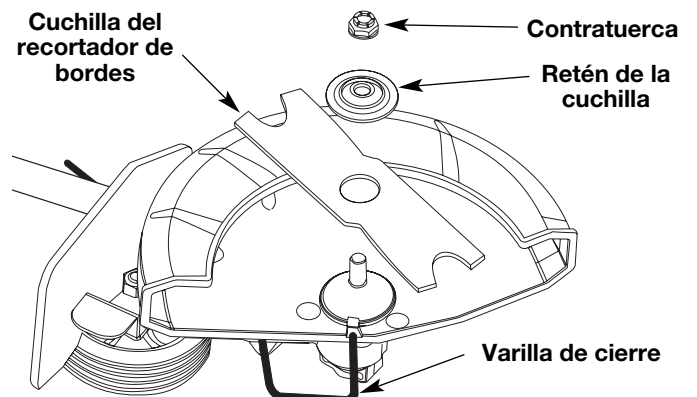
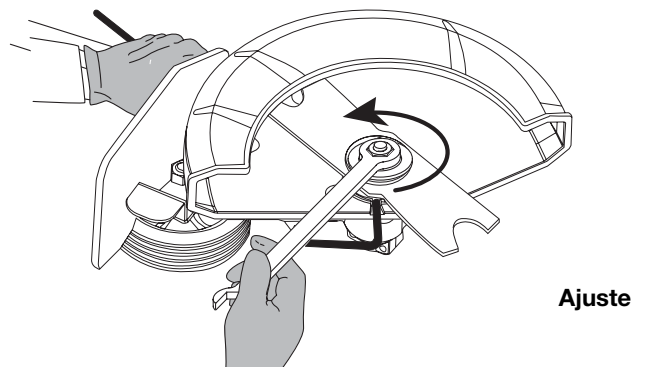

Fig. 10
Fig. 11
4. Instale la nueva cuchilla, el retén de la cuchilla y la tuerca (Fig. 10). Inserte la varilla de cierre a través de la ranura en el orificio del eje de salida. Verifique que la cuchilla permanezca plana contra el eje de salida mientras ajusta la contratuerca **en sentido antihorario** (Fig. 11).
5. Si tiene una llave de torsión, ajuste la tuerca a **325-335 pulg. • libras (37-38 N•m)**, mientras sostiene la varilla de cierre en la ranura. Si no tiene una llave de torsión, sostenga la varilla de cierre en la ranura. Gire la tuerca **en sentido antihorario** con una llave de boca cerrada de 13 mm o de casquillo, hasta que la tuerca presione contra la arandela y la cuchilla esté bien ajustada. Verifique que el ensamble de la cuchilla esté bien instalado, luego gire la tuerca **1/4-1/2 vuelta** más (Fig. 11).